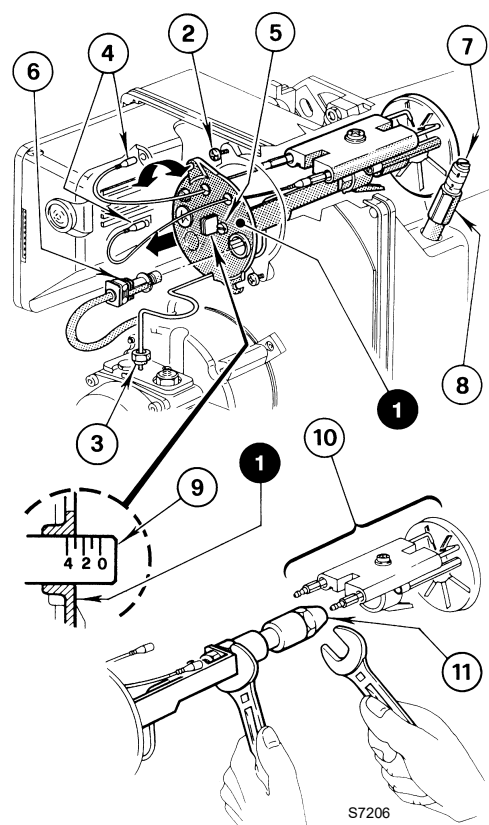

Abb. 13
- Den Düsenstock (1) herausnehmen, nachdem vorher die Schrauben (2) gelockert, die Mutter (3) gelöst, die Zündkabel (4) vom Steuergerät und der Flammenfühler (6) abgenommen wurden.
- Die Zündkabel (4) von den Elektroden abnehmen, den Stauscheibenhalter (10) vom Düsenstock (1) herausnehmen, nachdem die Schraube (3) gelockert wurde.
- **Die Düse (11) richtig anschrauben, wie in der Abb. 13 abgebildet.**
Für die erneute Montage des Düsenstocks (1, Abb. 13) **die Mutter (3) mit einem Anzugsmoment von 15 Nm anschrauben, ohne diese bis zum Anschlag zu bringen**, wie in der seitlichen Abbildung gezeigt.
- Zur Einstellung der Luftklappe wie folgt vorgehen (Abb. 13, auf Seite 9):
- Die Mutter (8) lockern und die Klappe durch Betätigung der Schraube (7) eichen.
- Die Mutter (8) nach der Einstellung wieder anschrauben.